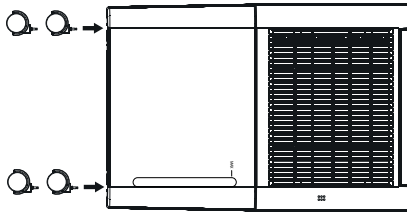

Fig. 1
- ◆ Poussez les roulettes **6** dans les quatre trous situés sous l'appareil jusqu'à ce qu'elles s'enclenchent complètement (voir fig. 1).